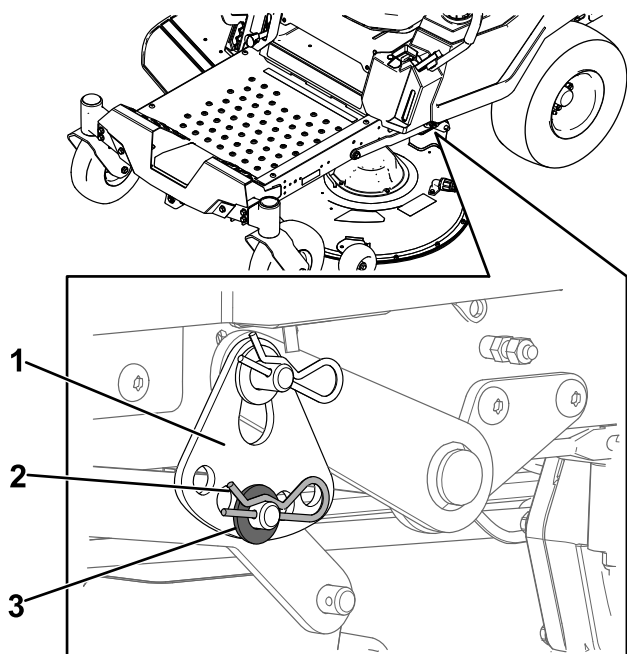

Figure 69
6. Retirez la goupille fendue et la rondelle de l'axe inférieur du bras de levage (Figure 69).